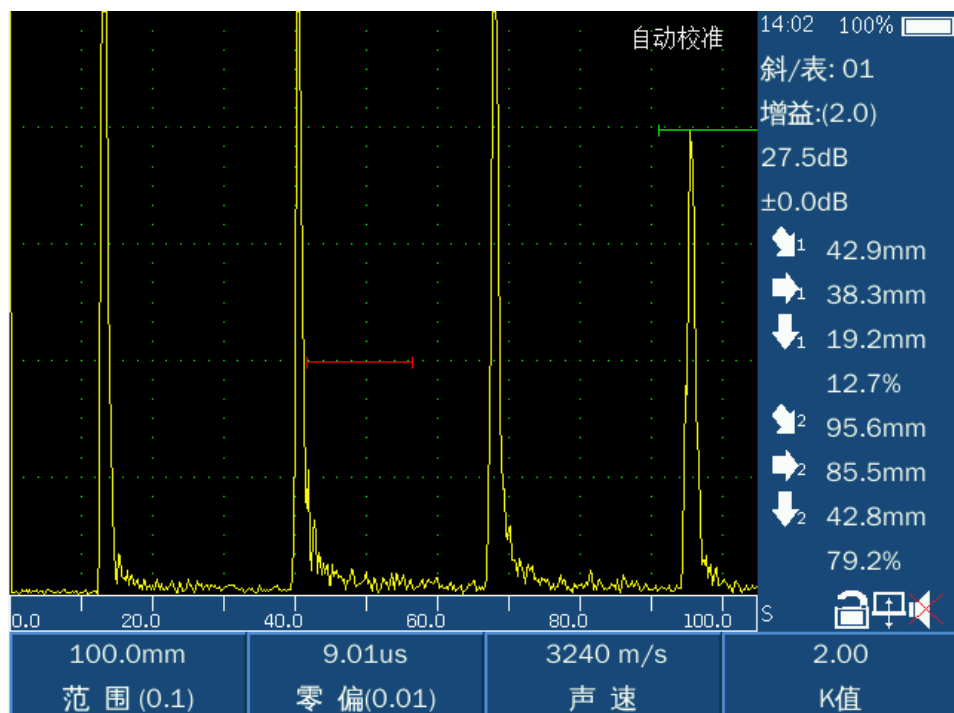
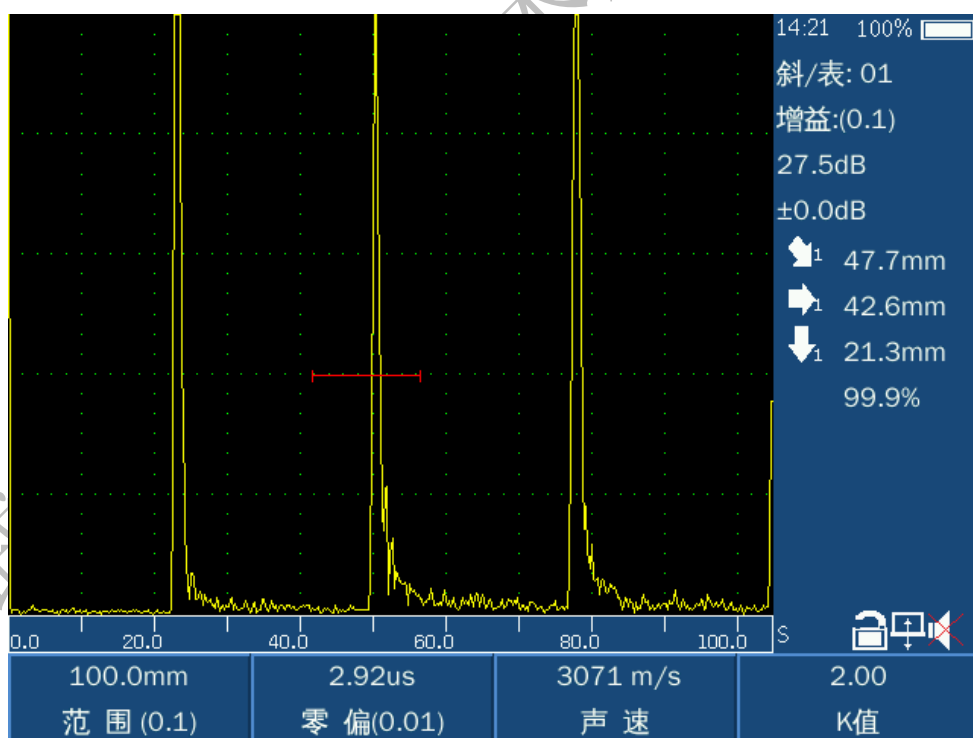

图 1
图 2
1. 进入自动调校后, 找到对应回波按自动增益后, 按确认, 获取零偏和声速 (图 1) (图 2)